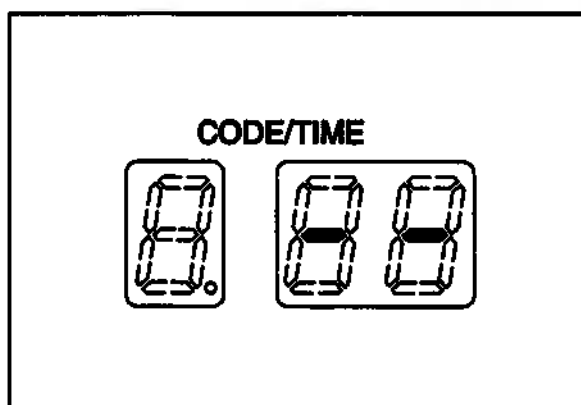

Рис. 5.18
- Даже если кнопка «STOP/CODE CLEAR» не нажата, через 10 минут раздаётся зуммерный сигнал и на дисплее «CODE/TIME» отображается знак «--», показывающий завершение процесса (см. рис. 5.18).